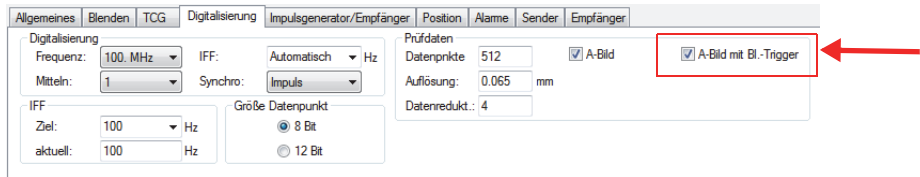

Abbildung 4-53 Registerkarte Digitalisierung
1. Wählen Sie in der Registerkarte **Digitalisierung** im Dialogfeld **Ultraschalleinstellungen** das **Kontrollkästchen** A-Bild mit Bl.-Trigger **aus** (Abbildung 4-53 auf Seite 153).